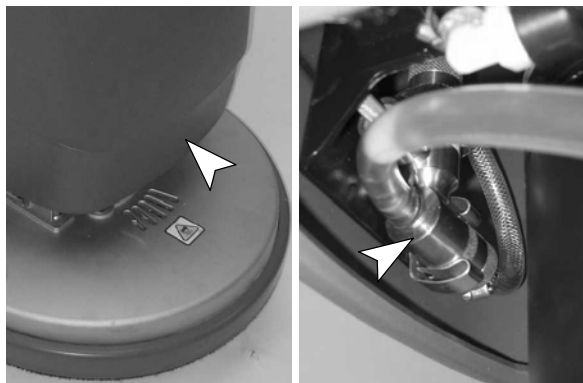

FIG. 55
1. Abaissez la tête de brossage et retirez l'injecteur de détergent des deux pinces à ressort (Figure 55).